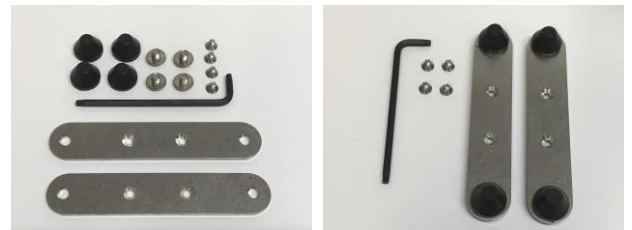

图7: 安装板/橡胶支脚的所有部件都已安装
7. 用较大的螺钉将橡胶支脚固定在安装板的外部整体上。(图7)